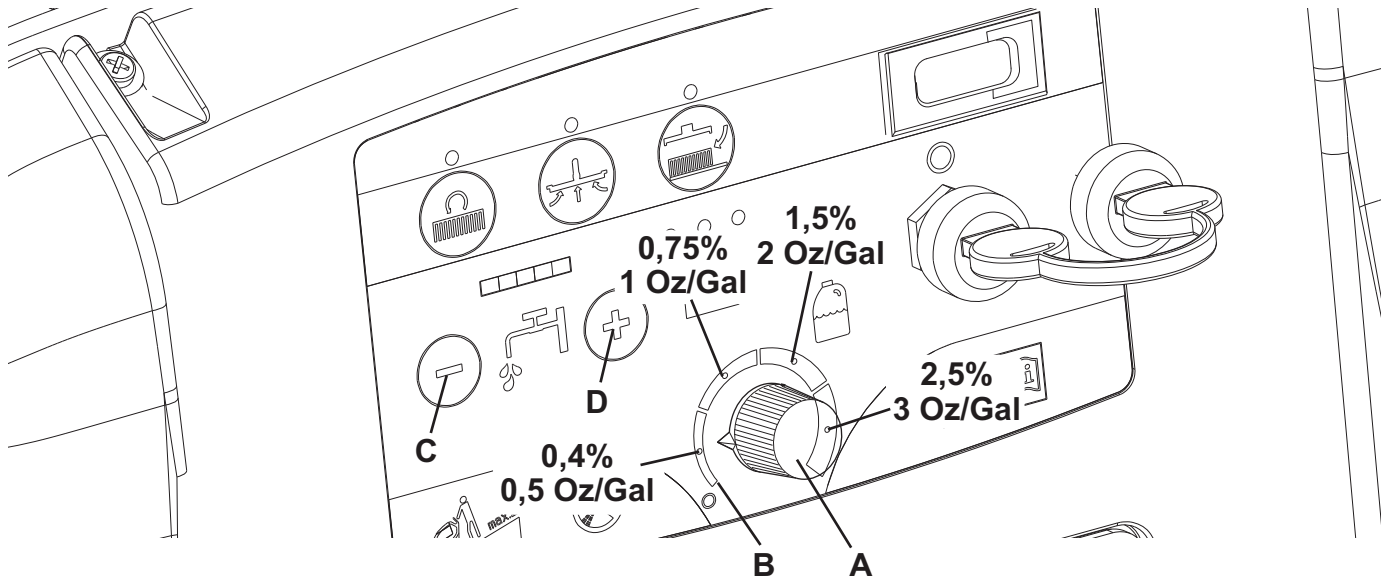

Figure 4
1. Tourner le pommeau (A, Fig. 4) dans le sens des aiguilles d'une montre pour augmenter la concentration du détergent et dans le sens contraire pour la réduire.
2. Les 4 zones colorées (B) correspondent aux valeurs des concentrations moyennes de détergent utilisé indiquées dans la figure.
3. Tourner le pommeau (A) complètement dans le sens contraire aux aiguilles d'une montre pour réduire à zéro la quantité de détergent.